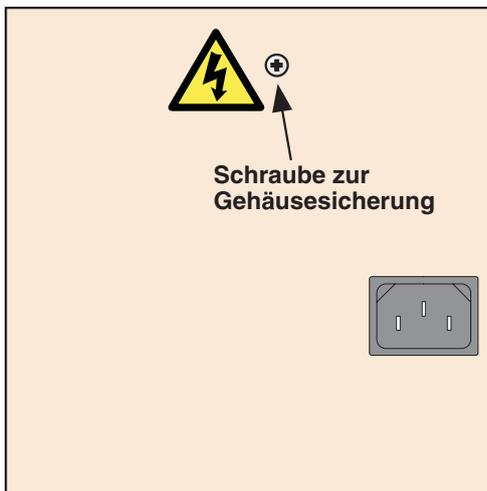

Abb. 15.2.2a Position Sicherungsschraube
2. Auf der Geräterückseite entfernen Sie auf dem Transmitterklemmendeckel die Sicherheitsschraube (Bild 15.2.2a). Legen Sie bitte die Schraube nicht zu weit weg, da sie bei der Montage des Klemmdeckels wieder benötigt wird.